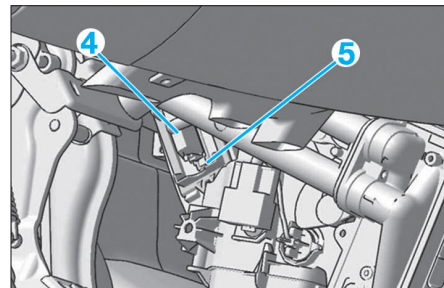

FIG. 16
- Débrancher le connecteur (4) (Fig.16), puis décliper la résistance (5).